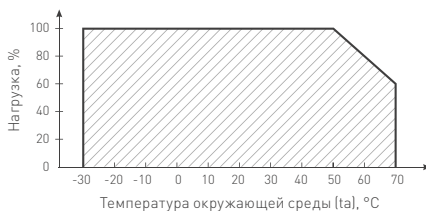

Рис. 2. Максимальная допустимая нагрузка, % от мощности источника.
- температура окружающего воздуха от -30 до +50 °С, см. график зависимости максимальной допустимой нагрузки на источник питания от температуры окружающей среды на Рис. 2;
- 4.4. Не нагружайте источник питания более 80% от его максимальной мощности. Учитывайте, что с повышением температуры окружающей среды максимальная мощность источника питания снижается, см. график зависимости максимальной допустимой нагрузки на источник питания от температуры окружающей среды на Рис. 2.